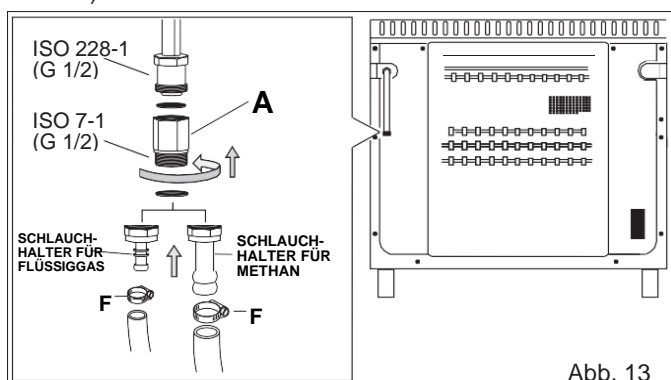

Abb. 13
- 3) über einen Gummischlauch gemäß den ital. Normen UNI-CIG 7140. Dieser Schlauch wird direkt in den Schlauchhalter des verwendeten Gases eingesteckt und mit einer Schelle (F) gemäß den ital. Normen UNI-CIG 7141 gesichert (Abb. 13).
HINWEIS: den mitgelieferten Anschluss (A) installieren (siehe Abb. 13).